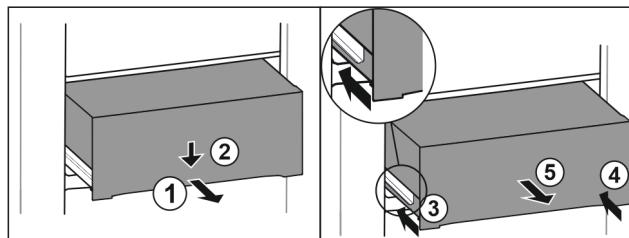

Fig. 80
- Vytiahnite zásuvku do polovice. Fig. 80 (1)
- Zatlačte zásuvku na prednej strane smerom nadol. Fig. 80 (2)
- Zasuňte ľavú koľajničku o cca 2 cm. Fig. 80 (3)
- Zasuňte pravú koľajničku o cca 2 cm. Fig. 80 (4)
- Odoberte zásuvku dopredu. Fig. 80 (5)